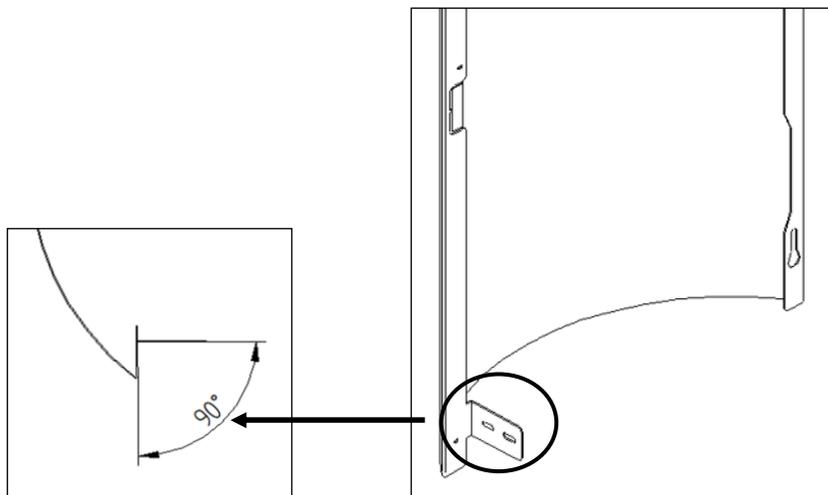

Figura 49 - Ângulo da patilha inferior
e) De seguida para encaixar as capas laterais, deve em primeiro lugar dobrar a patilha como se indica na Figura 49 de forma a garantir que fique com um ângulo inferior a 90° .